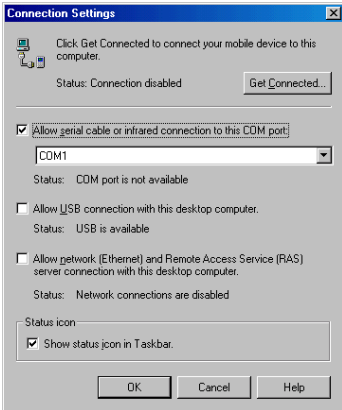

Figura 31- Cuadro de diálogo Opciones de conexión
- Si ve este icono, haga clic en él con el botón derecho del ratón y escoja **Connection Settings**. Debería ver un cuadro de diálogo como el que se muestra en la figura 31.